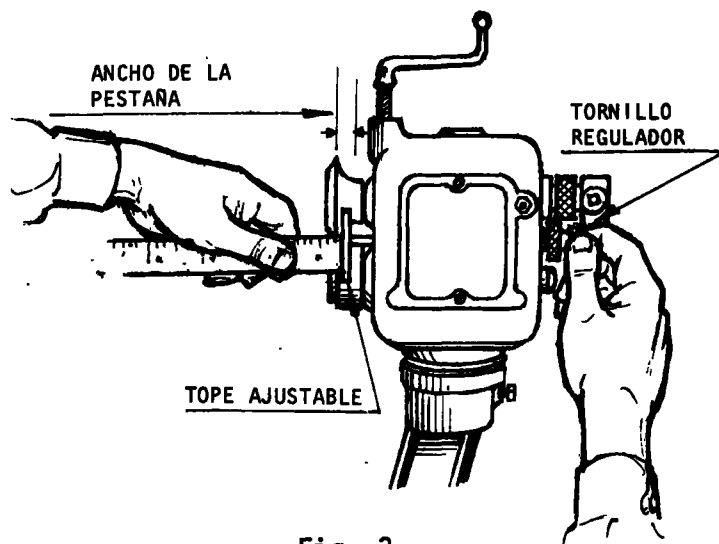

Fig. 3
- b Desplace el tope a una distancia igual al ancho de la pestaña a realizar, mientras controla con regla, la separación entre el tope y el centro de la arista dobladora del rodillo superior (fig. 3).